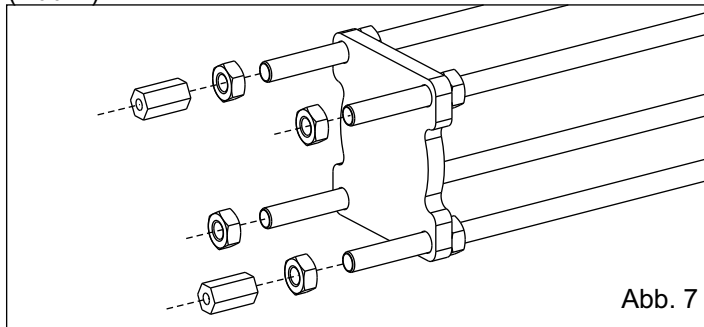

Abb. 7
7. Die gelochte Platte in die Stangen einführen, danach 2 von den 4 zuvor entfernten Muttern in Übereinstimmung mit den 2 Klammerschrauben der Kolbenabdeckung festschrauben (Abb. 7).